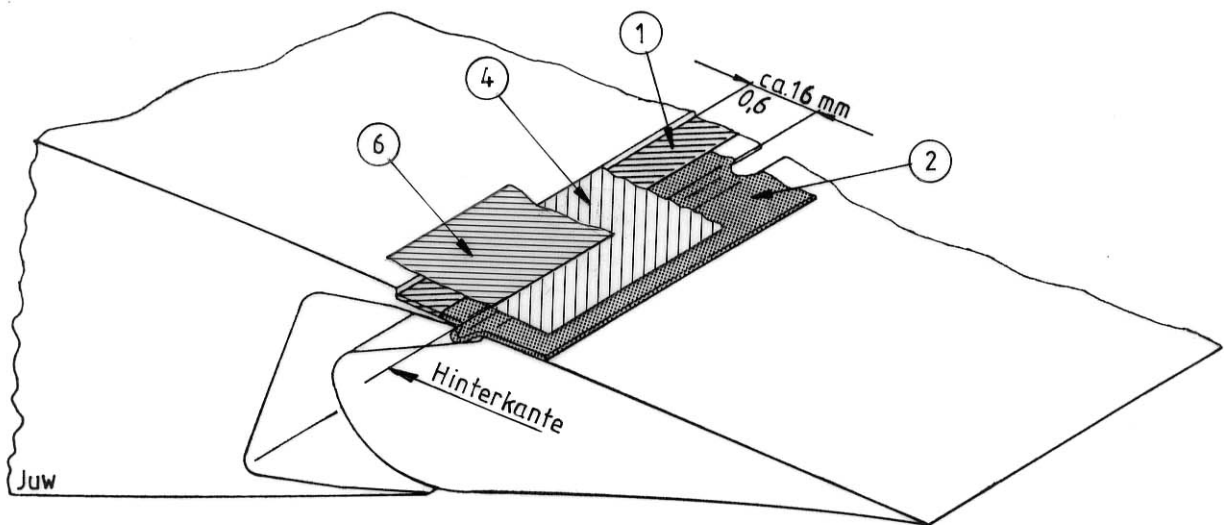

FIG. 6 Höhenleitwerk-Oberseite
6.1 Falls noch nicht vorhanden, muß wie in Fig. 6 dargestellt, an der Höhenflosse eine Stufe eingelassen werden, indem die Lackschicht bis zur äußeren GFK-Lage vorsichtig abgetragen wird (ca. 0,5 mm tief).
6.2 Nun wird wie unter 4.1 bis 4.4 beschrieben das Dicht- und Gleitband (2) und das Abdeckband (4) (Mylarfolie, 30-12 mm breit) auf das Höhenleitwerk geklebt (Fig.6).
6.3 Das Schutzklebeband (6) (Tesafilm Nr. 104, weiß, 25 mm breit) über die Vorderkante des Abdeckbandes (4) und der Stufe an der Höhenflosse kleben (Fig. 6).